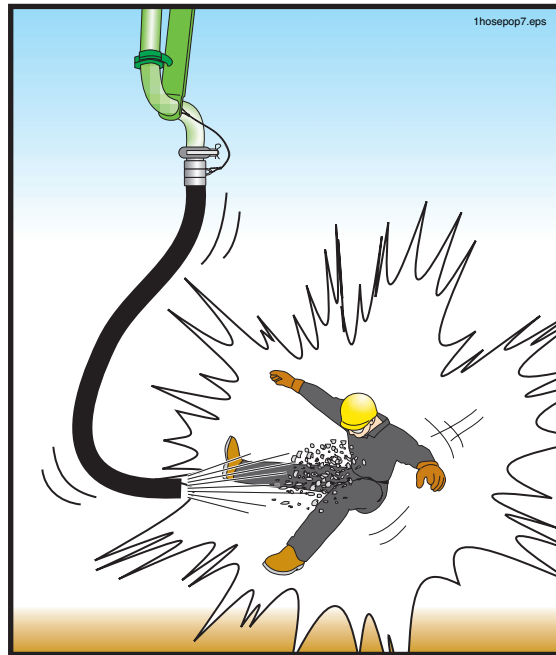

Figura 72
- 16.11** **⚠️ ADVERTENCIA** ¡No deje bajar demasiado el nivel de concreto que hay en la tolva! Si aire es absorbido en los cilindros de materiales, la bomba comprimirá el aire. El aire comprimido siempre representa un peligro cuando es expulsado a través de la tolva o de la tubería (Figura 72). Si entra aire en los cilindros de material, siga los pasos siguientes para eliminarlo:
purgado. Avíseles que permanezcan a una distancia razonable y prudente mas allá del alcance de la manguera de extremo o del punto de descarga (Figura 72).
⚠ ADVERTENCIA Cuando esté cebando inicialmente el sistema de distribución, volverá a arrancar después de mover la máquina, volverá a arrancar la máquina después de agregar o quitar mangueras o si el aire ha entrado en la tubería, advierta a todos que se mantengan alejados del extremo de descarga hasta tanto el concreto esté fluyendo constantemente y no haya movimiento del sistema de distribución. El personal debe permanecer alejado a una distancia prudente más allá del alcance de la manguera de extremo o del punto de descarga (Figura 72). Habrá aire en la línea cuando se esté arrancando por primera vez, se esté volviendo a arrancar después de mover la máquina, cuando se haya eliminado exitosamente una obstrucción al “balancear” el concreto y después que la línea haya sido desarmada o abierta por cualquier razón.